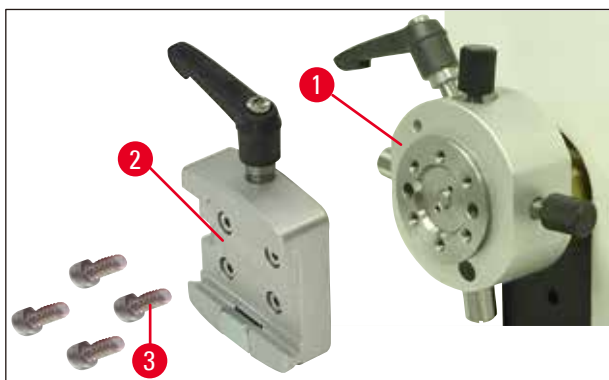

Fig. 9
2. Remova o receptáculo em cauda de andorinha (→ Fig. 9-2) da fixação do suporte da amostra (→ Fig. 9). Para isso, retire os quatro parafusos (→ Fig. 9-3) usando uma chave Allen com cabo, Nº 3 (→ Fig. 10-1).